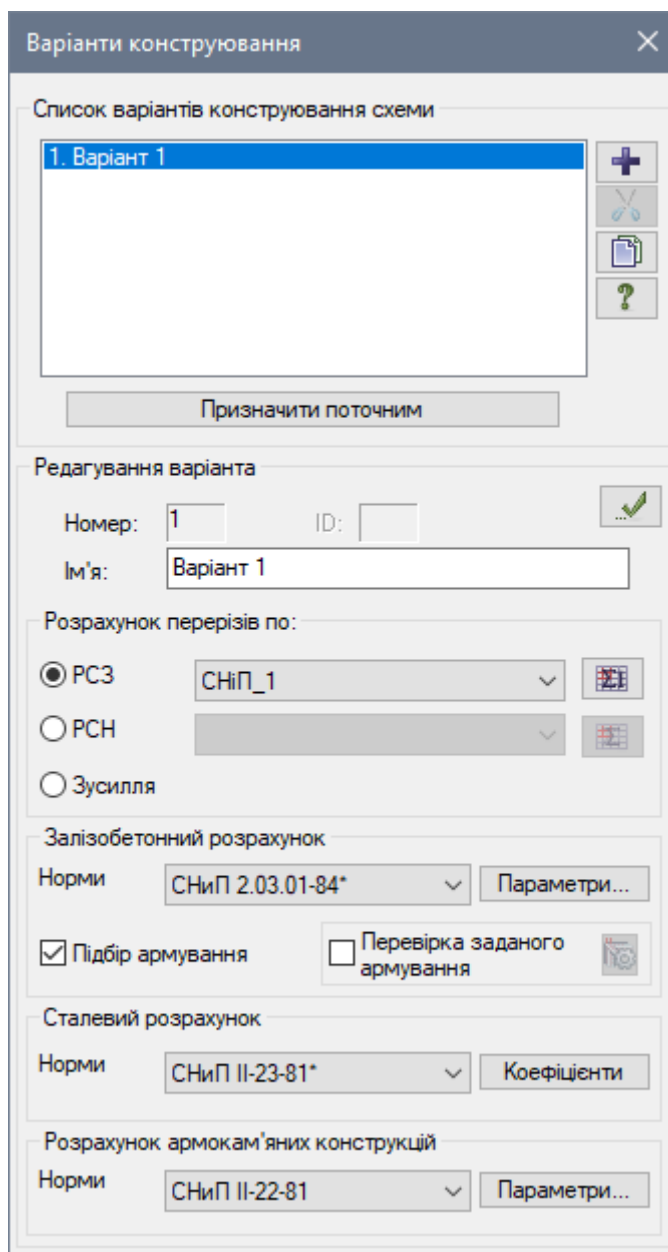

Рис. 4.8. Діалогове вікно Варіанти конструювання
- Відкрийте діалогове вікно **Варіанти конструювання** (рис. 4.8) натиснувши на кнопку  – **Варіанти конструювання схеми** (панель **Конструювання** на вкладці **Створення і редагування**).
**Створити новий варіант конструювання схеми.** Після цього відкриється діалогове вікно **Варіанти конструювання** (рис. 4.8), в якому потрібно задати всі необхідні параметри для нового варіанту конструювання.